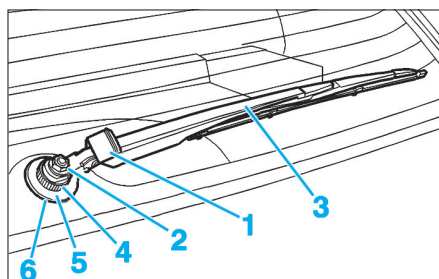
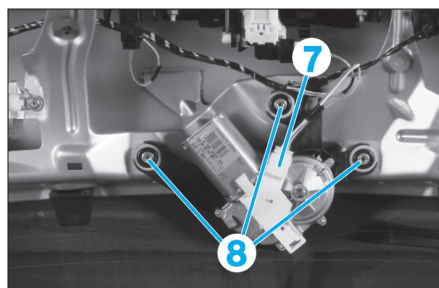

Fig. 34
Fig. 35
- Lever le cache (1) (Fig.34).
- l'écrou (2),
- le bras (3),
- l'écrou (4),
- le cache (5),
- le joint (6).
- Déposer le connecteur (7) (Fig.35).
- Percer les rivets (8) à l'aide d'un forêt Ø 7,5 mm.